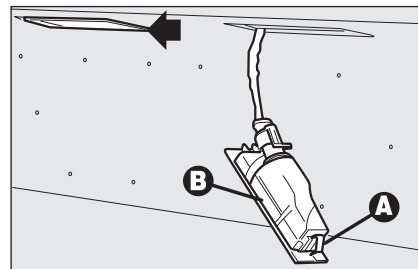

fig. 40
- ☐ agire con un cacciavite a lama piatta e protetto con un panno morbido sul dispositivo **A-fig. 40** per estrarre il gruppo **B**;